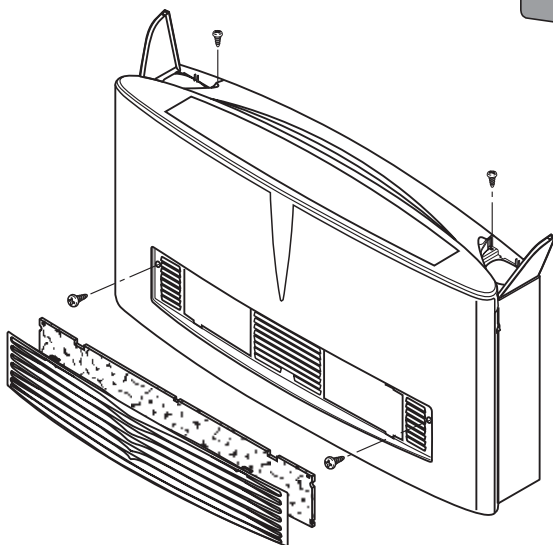

Fig. 2
- togliere il mantello di copertura (fig.2) svitando le due viti anteriori poste sotto la griglia di aspirazione e le due viti superiori poste sotto gli sportelli dei vani comandi;
- ôter l'habillage (fig.2) en dévissant les deux vis se trouvant devant sous la grille d'aspiration et les deux vis supérieures placées sous les portes des logements commandes ;
- remove the cover (fig.2) by removing the two front screws under the intake grille and the two top screws located under the doors to the control unit;
- Die Verkleidung (Abb. 2) entfernen. Hierzu die beiden vorderen Schrauben unter dem Ansauggitter und die beiden oberen Schrauben unter den Klappen der Bedieneinrichtungen ausdrehen.